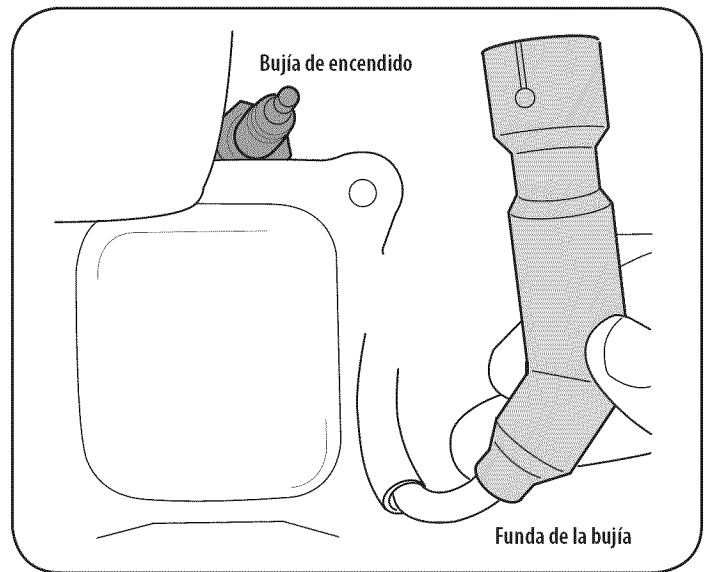

Figura 14
1. Retire la funda de la bujía y utilice una llave para bujías para extraerla. Vea la Figura 14.